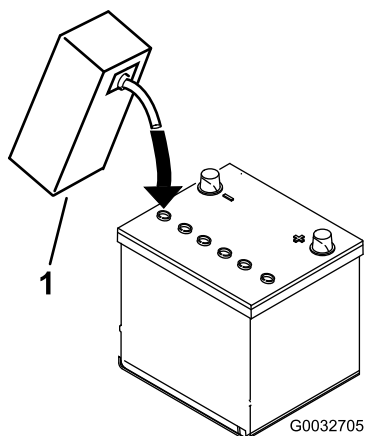

Рисунок 6
3. Осторожно заливайте электролит в каждую ячейку до уровня над пластинами примерно 6 мм (Рисунок 6).
4. Подождите примерно 20-30 минут, пока электролит не впитается в пластины. При необходимости доливайте электролит до уровня, не достигающего примерно 6 мм до низа заливного отверстия (Рисунок 6).